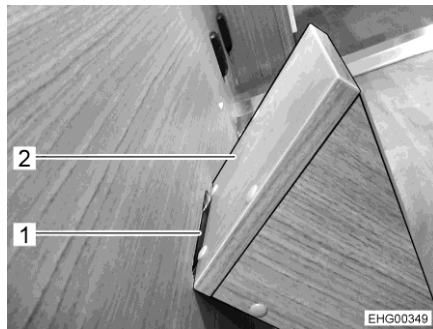
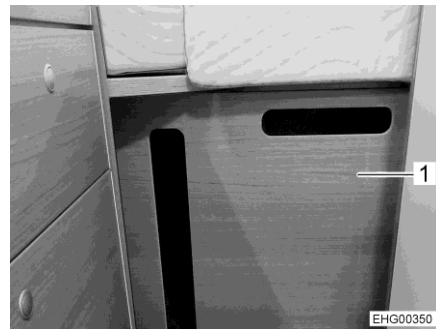

Fig. 35 Elemento pedana
Fig. 36 Parete intermedia con elemento pedana
- Agganciare l'elemento pedana (Fig. 35,2) nella sezione inferiore (Fig. 35,1) della parete intermedia (Fig. 36,1).
- Inserire la parete intermedia (Fig. 36,1) tra i letti longitudinali in coda. Per farlo, agganciare la parete intermedia nella seconda posizione (vista dalla cucina componibile).